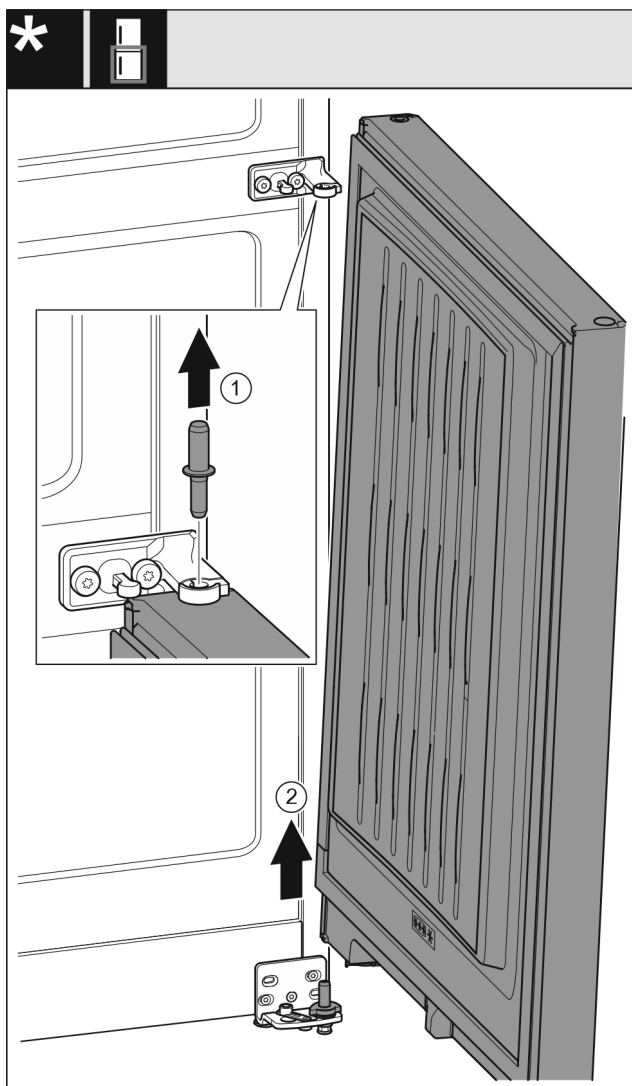

Fig. 26 Brez blažilnika za zapiranje vrat*
- Izvlecite sornike Fig. 26 (1) v smeri navzgor.*
- Vrata Fig. 26 (2) obrnite navzven, jih povlecite navzgor in postavite na stran.*